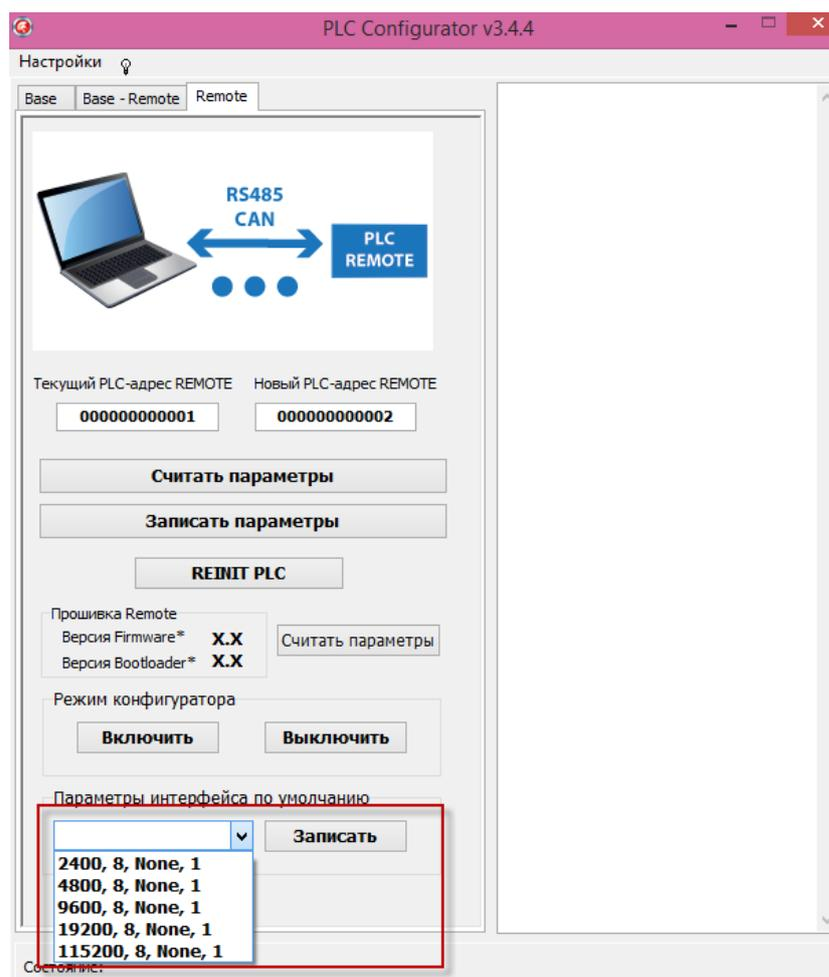

Рисунок 9
3). Далее следует настроить параметры PLC модуля Remote на форме для управления конвертором, вкладка "Remote" (Рисунок 9).